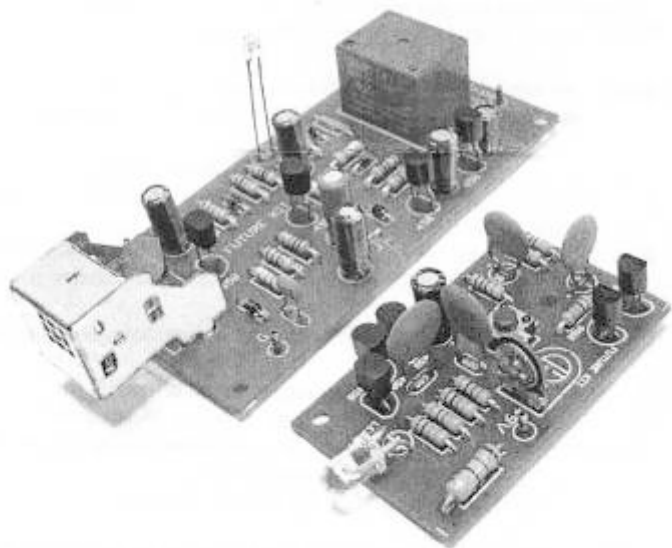
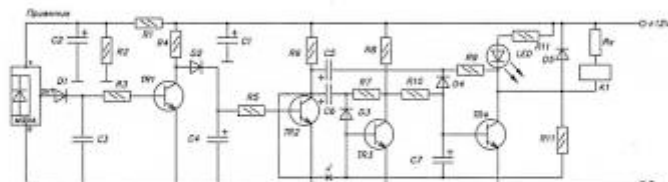
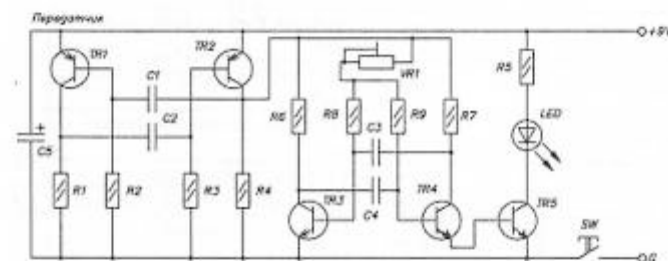

Рис.1 Общий вид устройства
Рис.2 Схема электрическая принципиальная приемника
Рис.3 Схема электрическая принципиальная передатчика
Общий вид устройства представлен на рис. 1, схема электрическая принципиальная – рис. 2 и рис. 3.
Принципиальные электрические схемы приемника и передатчика приведены на рис. 2 и рис. 3 соответственно.
В состав устройства входит две платы: приемник и передатчик. Приемник состоит из готового приемного модуля «MODUL» (см.рис.2) и усилителя, собранного на транзисторах TR1, TR2, TR3, а также на транзисторе TR4 собран ключ по току для коммутации реле К1. Приемник способен работать от напряжения 9В и 12В. Для работы от напряжения 9В необходимо впаять на место элемента Rх перемычку, а для работы от напряжения 12В сопротивление 75 Ом.
3. Установите все детали согласно рис. 3 рис. 4 в следующей последовательности: сначала малогабаритные, а потом все остальные элементы..